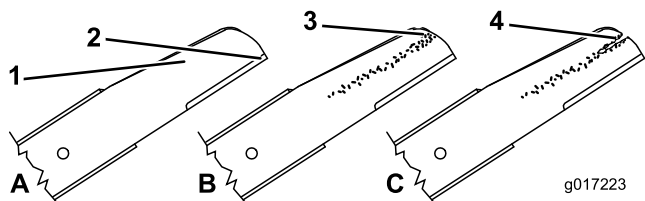

Figura 39
1. Inspeccione as extremidades de corte (Figura 39). Se as extremidades não estiverem afiadas ou estiverem amolgadas, retire e afie as lâminas.
2. Inspeccione as lâminas, especialmente a área curva (Figura 39). Se verificar quaisquer danos, desgaste, ou a formação de ranhuras nesta área, substitua imediatamente por lâminas novas.